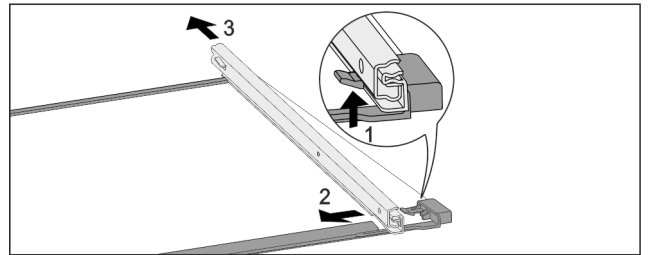

Fig. 82 Glasplaat met rails
- ▶ Voorste vergrendelhaak naar boven duwen. Fig. 82 (1)
- ▶ Uitschuifrail naar de zijkant Fig. 82 (2) en naar achteren Fig. 82 (3) wegschuiven.